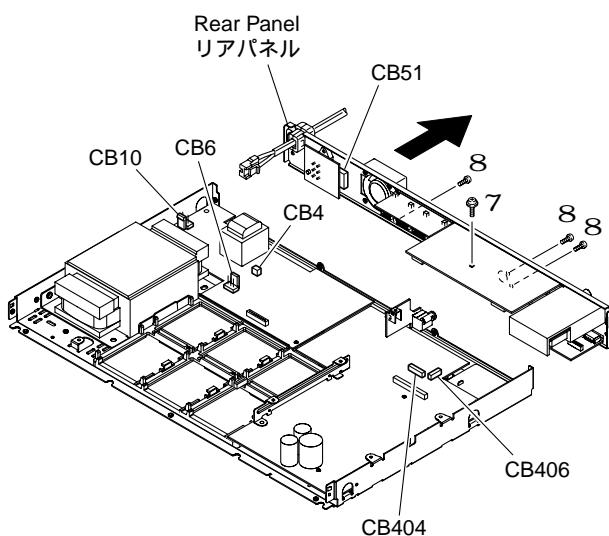

Fig. 3
- a. 6 のネジ3本を外します。( Fig. 3 )
## 5. Removal of Rear Panel (Fig. 3)
## 5. リアパネルの外し方 (Fig. 3)